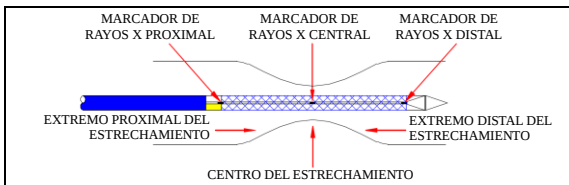

Figura 4
- Cuando el marcador de rayos X central alcance el centro del estrechamiento a tratar, continúe tirando el conector hacia atrás hasta que el stent se haya desplegado por completo. (Observe la figura 4, 5).
- Cuando el marcador de rayos X central alcance el centro del estrechamiento a tratar, continúe tirando el conector hacia atrás hasta que el stent se haya desplegado por completo. (Observe la figura 4, 6).